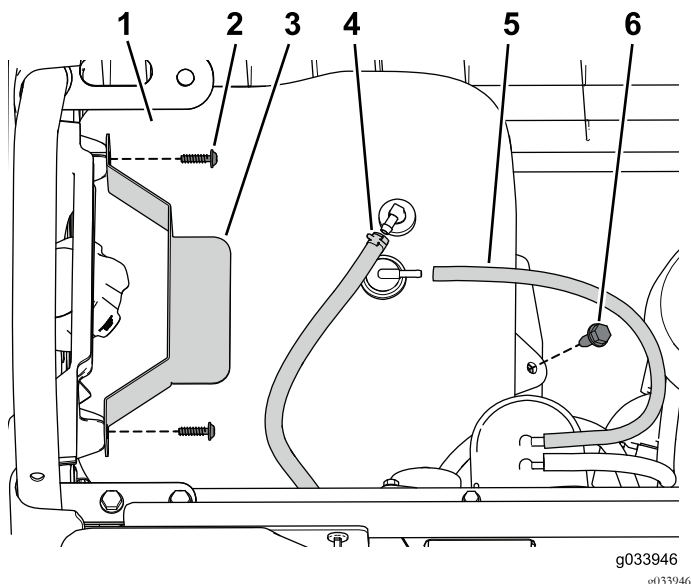

图8
- 从油箱上断开通气管和燃油管线图8。
- 卸下将压紧装置固定到左侧板上的 2 个螺丝然后取下压紧装置图8。
- 拧下将油箱固定到油箱托盘上的凸缘螺栓然后取下油箱图8。